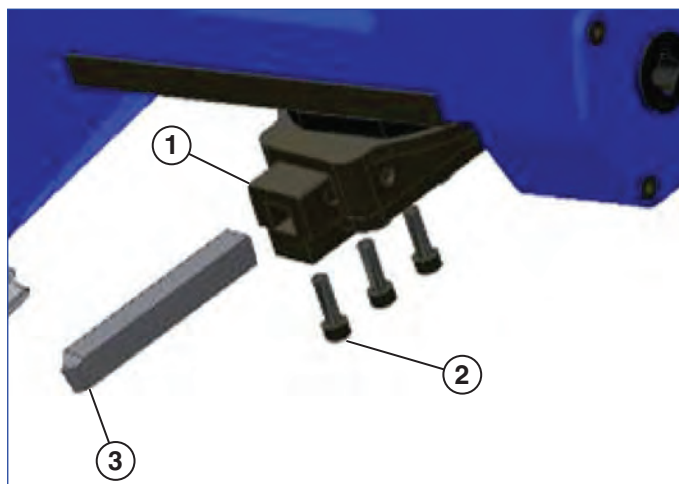

Figura 7
5. Instale la punta de marcaje en el bloque de la herramienta (véase Figura 7). Asegúrese de que el filo cortante no está encarado hacia a los tornillos de la punta de marcaje. Coloque la punta de marcaje para que aproximadamente de 12,70 a 19,05 mm de su longitud sobrepase la parte inferior del bloque de la herramienta. A continuación, apriete los 3 tornillos de ajuste de la punta de marcaje.